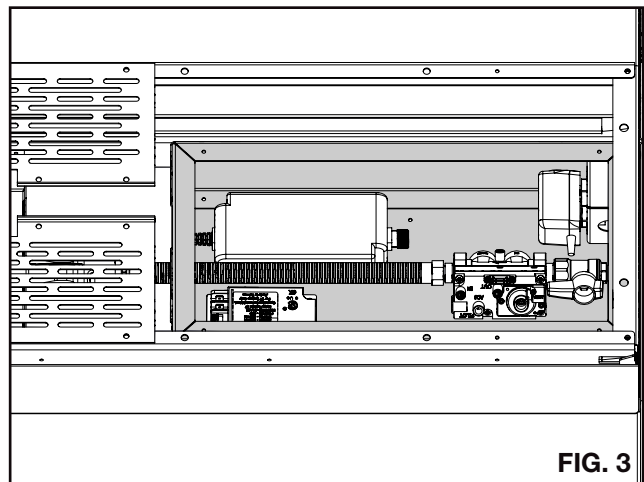

FIG. 3
3. Installez l'interrupteur de commande à l'aide du support ajusté et du fil de 20' (6 m) fourni (FIG. 3).
6. Localisez les composants électriques et la vanne. (FIG. 3)